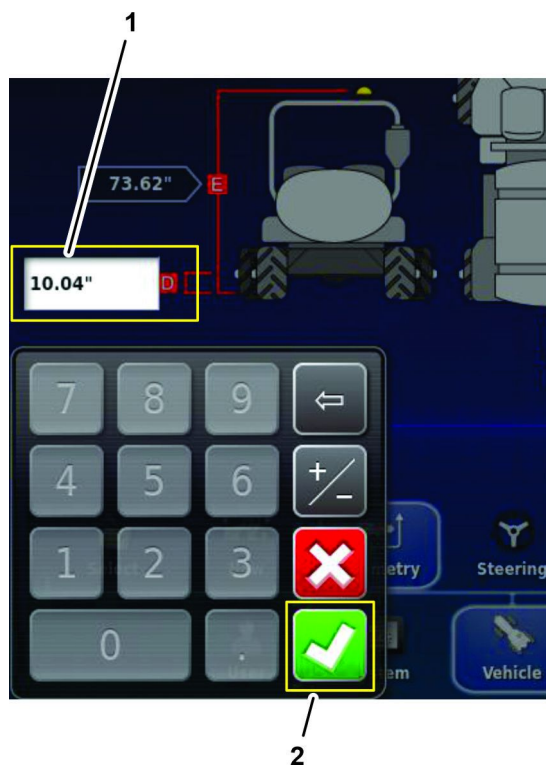

Figura 192
1. Icono Línea central de la máquina y Centro del receptor de satélite (C)
4. Pulse el icono Línea central del eje trasero y Suelo (D), utilice el teclado en pantalla para introducir la medida que anotó en el formulario de geometría del vehículo de Medición de la geometría del vehículo \(página 86\), y pulse el icono Confirmar (Figura 192).